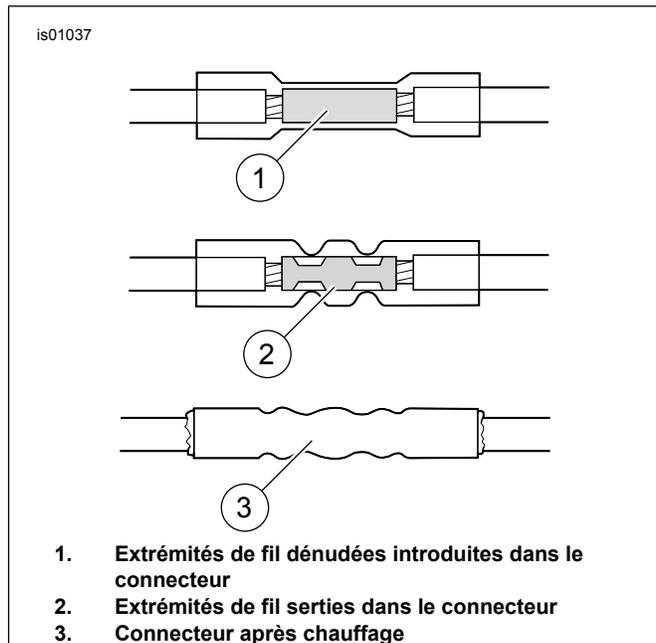

Figure 8. Connexions bout à bout scellées
- e. Voir Figure 8 . À partir des extrémités coupées, insérer un fil orange/blanc dans une extrémité du connecteur bout à bout. À l'autre extrémité du connecteur bout à bout, insérer l'autre fil orange/blanc avec le fil rouge du faisceau adaptateur.
- d. Voir Figure 8 . Insérer le fil orange/blanc de l'étape 4b dans une des extrémités du connecteur bout à bout scellé. Insérer le fil rouge du faisceau adaptateur dans l'autre extrémité du connecteur bout à bout scellé.